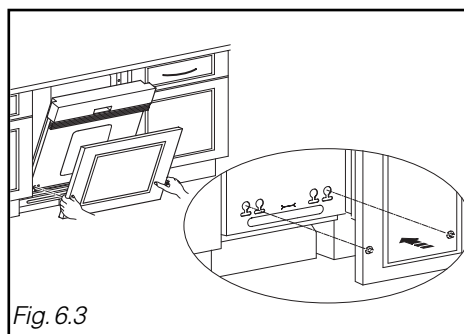

Fig. 6.3
- Posicionar o painel da porta introduzindo os 2 parafusos nos orifícios da porta da máquina de lavar louça (Fig. 6.3)
- Colocar o painel de madeira na porta comprimindo ligeiramente as margens realçadas se necessário (Fig. 6.3).